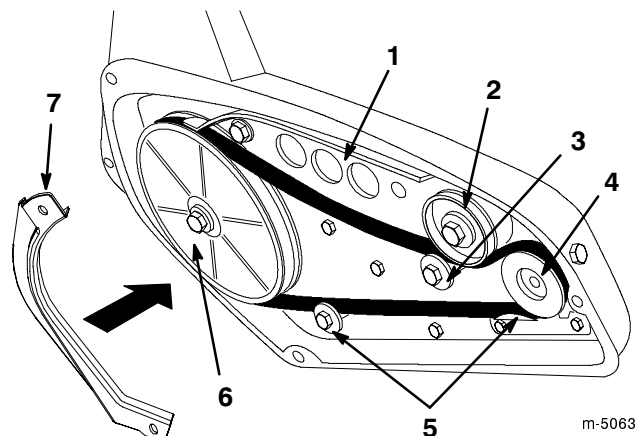

Figure 22
- Retirez la courroie de transmission usagée de la poulie motrice et de la poulie folle (Fig. 22).
- Appuyez sur la poulie folle et enlevez la courroie de transmission de la poulie de turbine (Fig. 22).
- Appuyez sur la poulie folle et acheminez la courroie de transmission neuve autour de la poulie de turbine (Fig. 22).
- Relâchez la poulie folle et acheminez la courroie d'entraînement sur les deux guide-courroie, autour de la poulie de moteur et entre la poulie folle et le galet (Fig. 22).
**Important** La courroie d'entraînement doit passer en haut du galet et des deux guide-courroie, comme indiqué à la Figure 22.